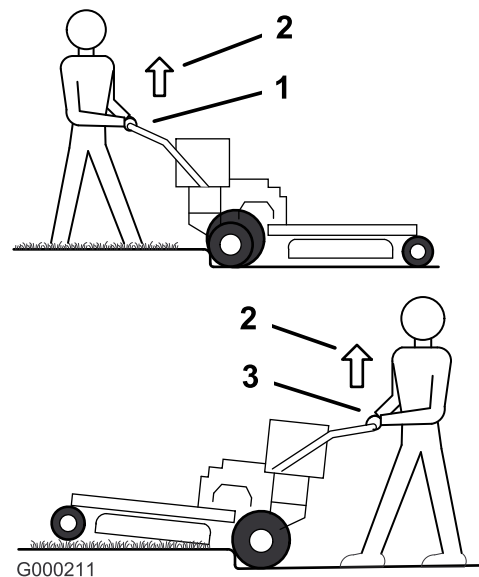
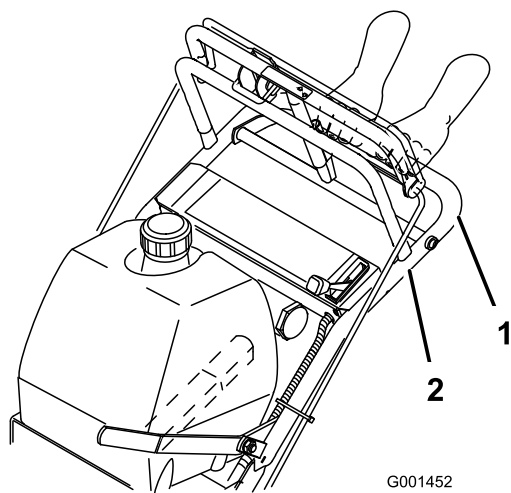

Figura 9
Figura 10
3. Conduzca la máquina hasta que las ruedas giratorias toquen el bordillo (Figura 9).
4. Levante la parte delantera de la máquina empujando el manillar inferior hacia abajo (Figura 9).
5. Conduzca la máquina hasta que las ruedas de tracción toquen el bordillo (Figura 9).
6. Baje la parte delantera de la máquina (Figura 9).
7. Al mismo tiempo, engrane la barra de control inferior y levante el manillar inferior para pasar el bordillo (Figura 9 y Figura 10).
3. Conduzca la máquina hasta que las ruedas de tracción toquen el bordillo (Figura 9).
4. Al mismo tiempo, engrane la barra de control inferior y levante el manillar inferior (Figura 9 y Figura 10).